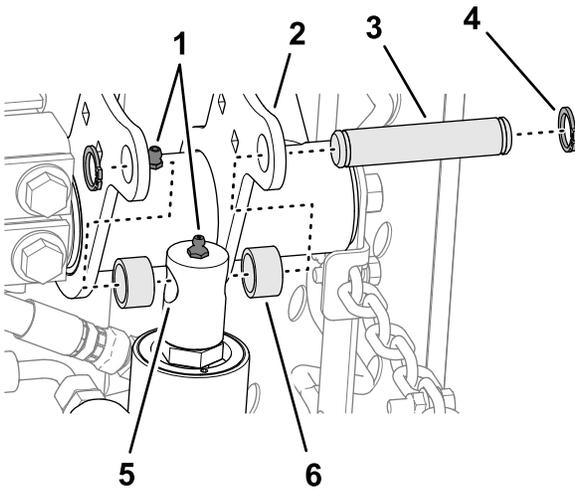

Figure 15
- Déplacez lentement la tige du vérin de levage jusqu'à ce qu'elle soit alignée sur les trous des brides du bras de levage droit (Figure 15).
- Fixez la tige sur les brides à l'aide de la goupille de montage, de 2 entretoises et de 2 circlips (Figure 15).
- Appliquez de la graisse au lithium n° 2 sur le bras de levage et le vérin hydraulique (Figure 15).
- Alignez les trous dans les plaques du bâti porteur arrière sur les trous des plaques de montage de l'unité de coupe (Figure 15).